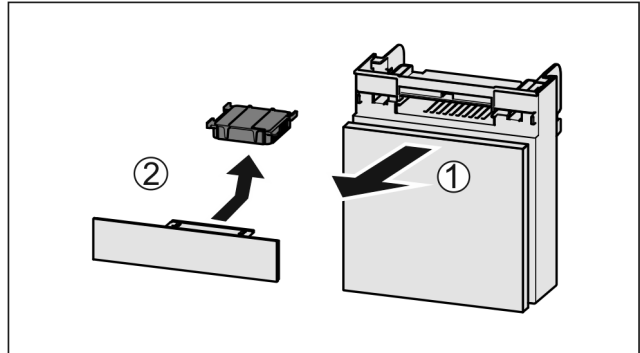

Fig. 107
- ▶ Fach nach vorne herausziehen Fig. 107 (1).
- ▶ Aktivkohlefilter entnehmen Fig. 107 (2).